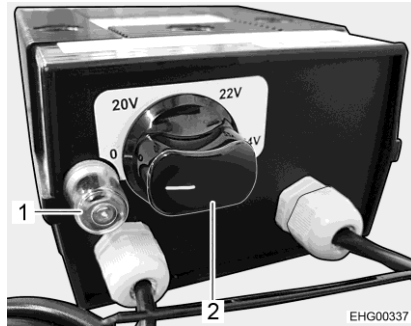

Bild 142 Reglage för elektrisk golvvärme
- Ställ vridregulatorn (Bild 142,2) på önskad värmeeffekt.
- Ställ vridregulatorn (Bild 142,2) på "0".
Om regulatorn överbelastas aktiveras överbelastningsskyddet. Stiftet (Bild 142,1) skjuts ut.
- Tryck in stiftet (Bild 142,1) på överbelastningsskyddet igen när regulatorn har svalnat.